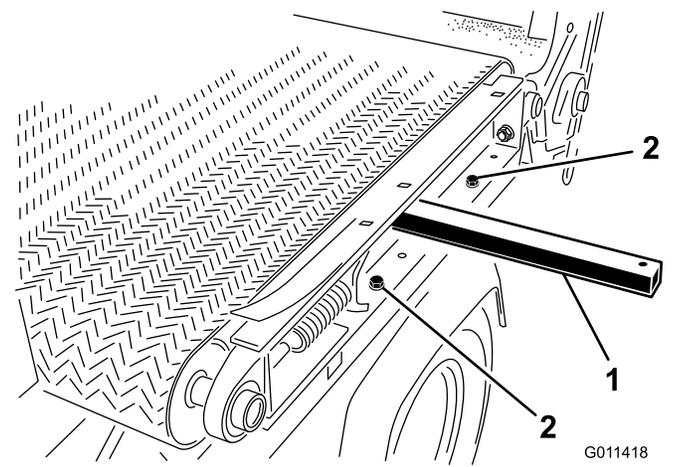

图35
7. 卸下机器左侧将滑行滚道固定至机架的 2 个平头螺丝、垫圈和螺母 图35。
- A. 将撬棒插入机器左侧的孔中提起撬棒倾斜滑道货斗 图35。